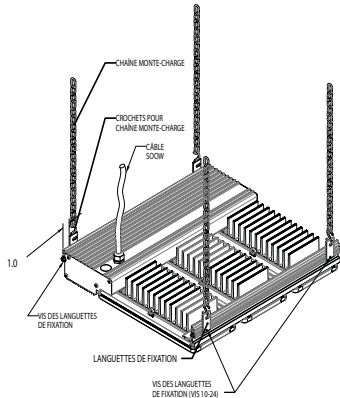

Figure 3 – Suspension à partir de chaînes monte-charge
1. Les languettes de fixation sont installées à 1 po de chaque extrémité du luminaire en usine (voir la figure 3). Si les languettes de fixation doivent être repositionnées ou deviennent lâches, serrer les vis 10-24 à 21 lb-po avant de suspendre le luminaire. Les boulons des languettes de fixation devraient être serrés à 65 lb-po aux quatre coins du luminaire. Les languettes de fixation devraient être équidistantes à partir des extrémités du luminaire de façon à s'assurer que le luminaire est à niveau une fois suspendu.
2. Les chaînes devraient être coupées à la même longueur pour s'assurer que le luminaire est à niveau une fois suspendu. Installer les quatre (4) crochets et les quatre (4) chaînes sur le luminaire. Un crochet et une chaîne par languette de fixation sont positionnés à chaque coin du luminaire. Suspendre le luminaire à une distance minimale de 91,44 cm (36 po) du plafond.